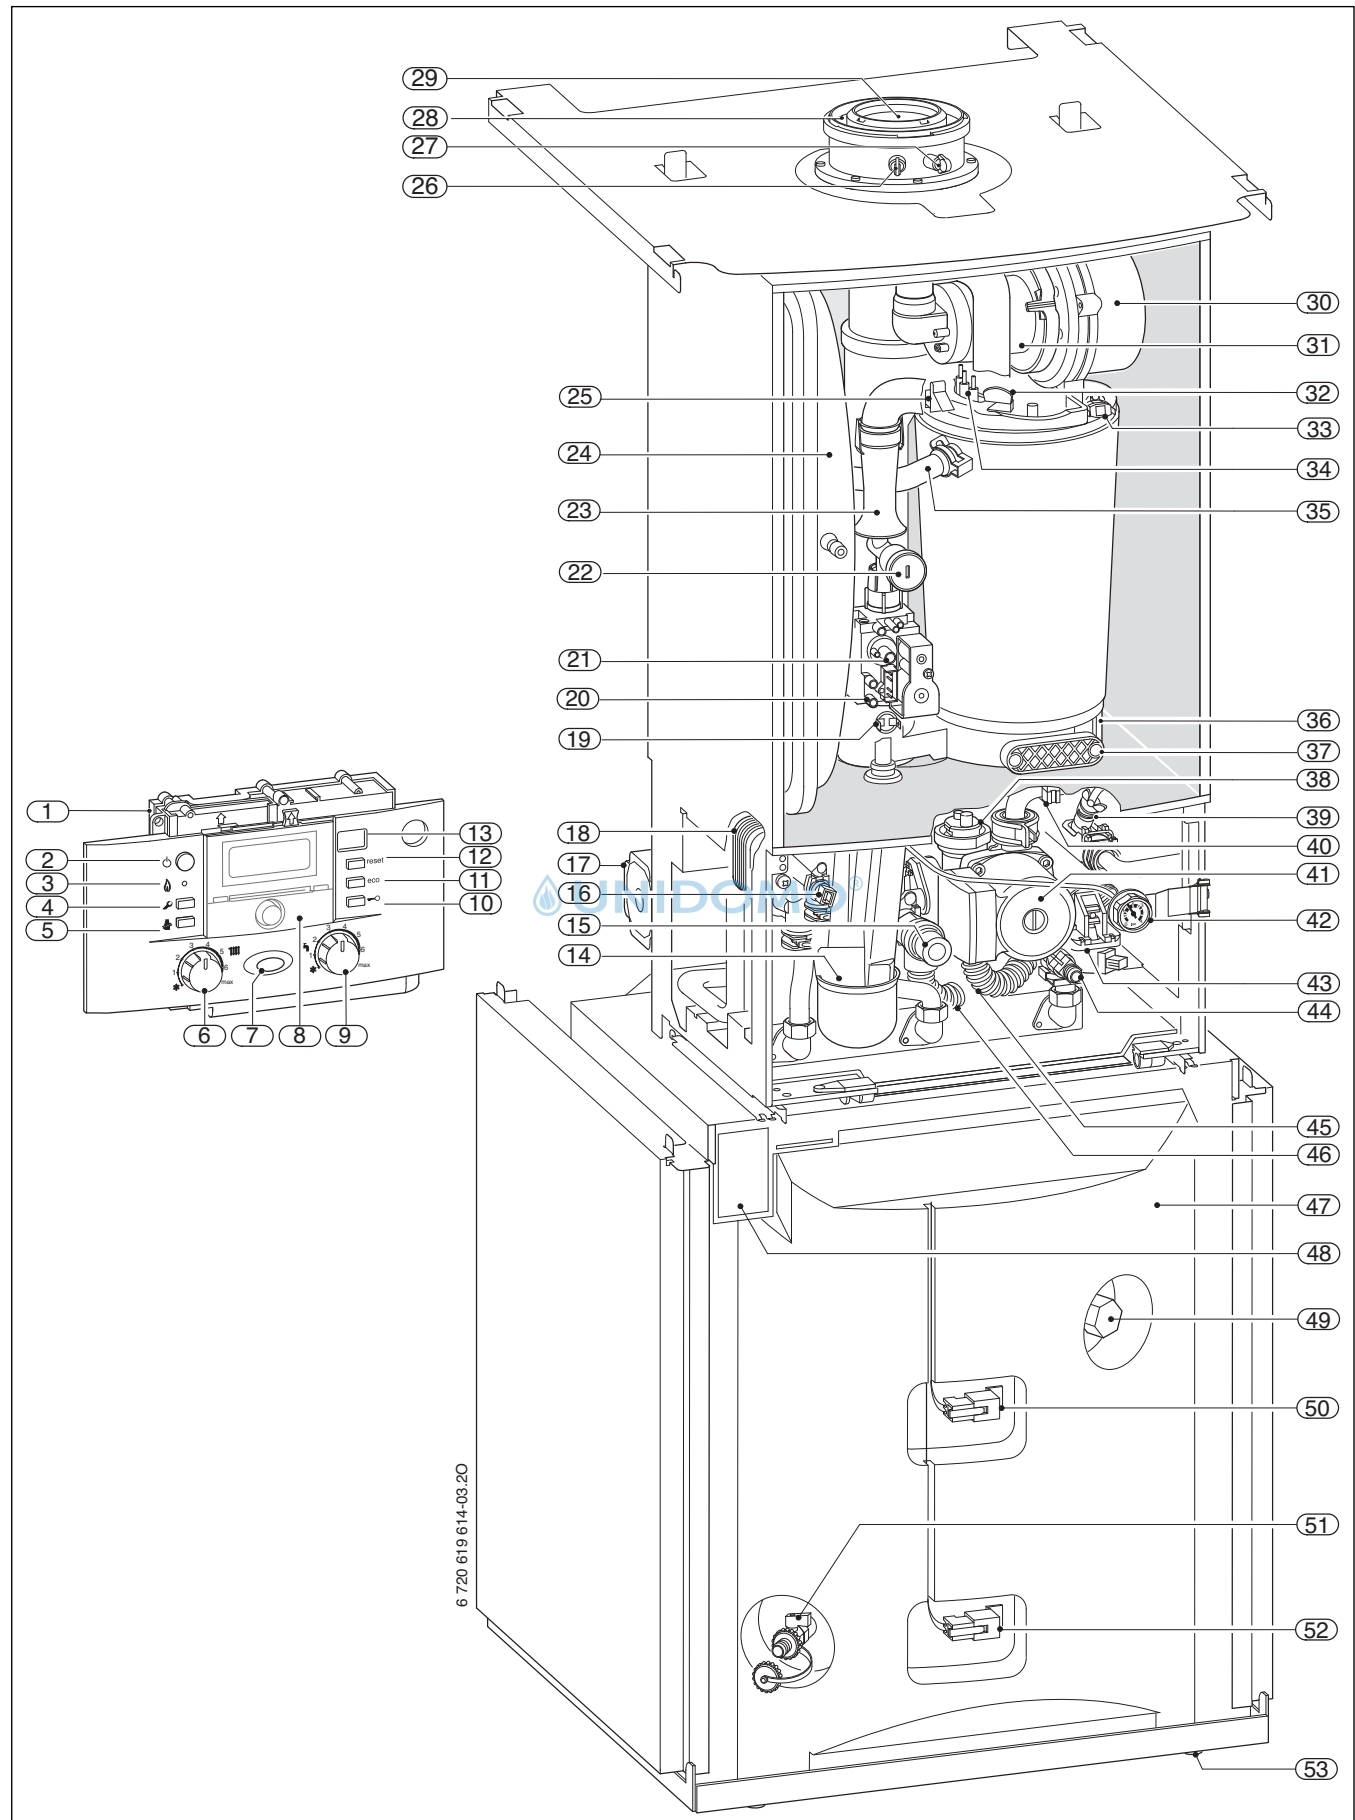

Bild 3
Das Typschild (→ Bild 3, [48]; Bild 4, [49]) befindet sich innen links oben am Speicher.
**Legende zu Bild 3:**